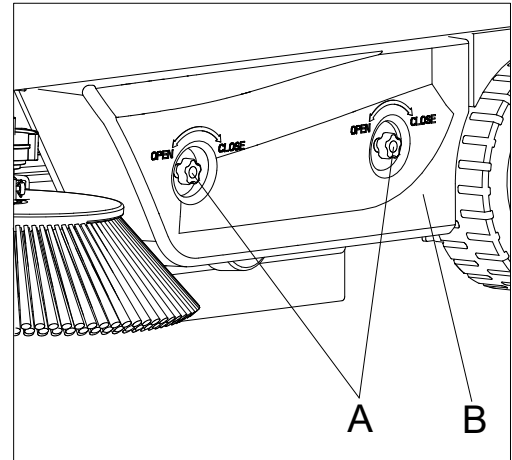

Figura 22
3. Desaparafuse os botões (A, Figura 22) e remova a tampa esquerda (B, Figura 22).
13. Instale a tampa esquerda (B, Figura 22) apertando os botões (A, Figura 22).
4. Desaparafuse os botões (A, Figura 22) e remova a tampa esquerda (B, Figura 22).